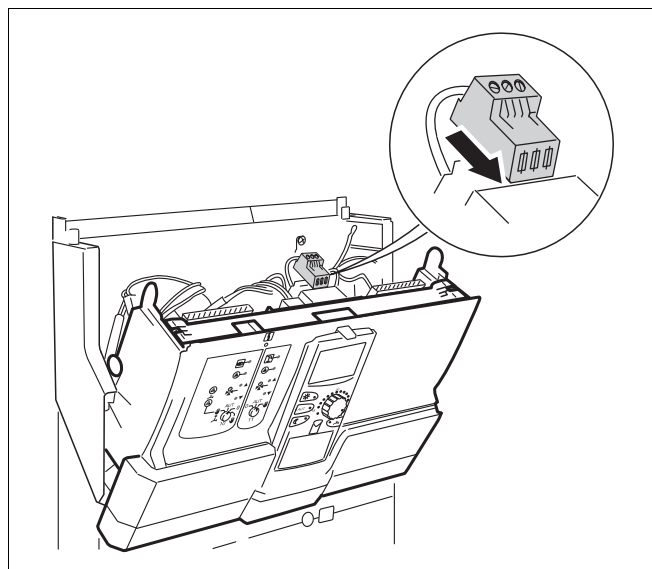

Рис. 9 Подключение к электросети (Logamatic 4121, 4122, 4126)
- Вставьте сетевой штекер непосредственно в сетевой модуль (→ Рис. 9).